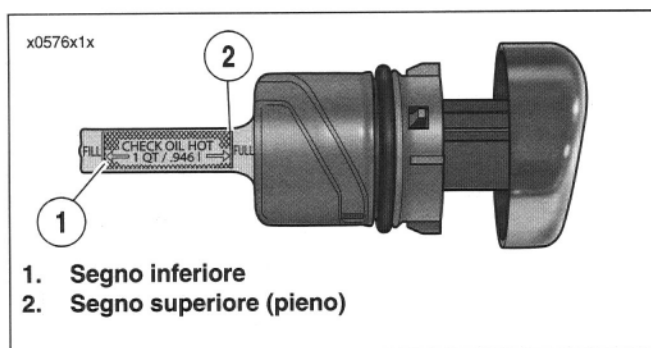

Figura 34. Tappo di rifornimento/astina di livello
3. Togliere ancora il tappo di rifornimento dell'olio e controllare il livello dell'olio sull'astina. Vedere la Figura 34. L'astina ha due tacche. Se l'olio è al livello o al di sotto del segno inferiore, aggiungerne la quantità necessaria a raggiungere un punto intermedio tra le due frecce sull'astina. Rimettere a posto il tappo di rifornimento.